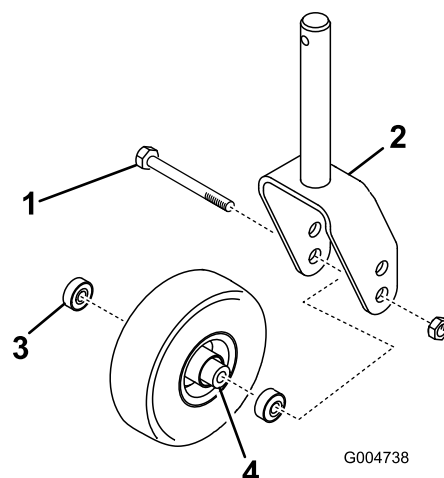

Bild 28
1. Entfernen Sie die Sicherungsmutter von der Schraube, mit der das Laufrad an der Gabel befestigt ist (Bild 28). Halten Sie das Laufrad fest und schieben die Schraube aus der Gabel oder vom Gelenkarm ab.
2. Entfernen Sie das Lager aus der Radnabe und lassen das Lagerdistanzstück herausfallen (Bild 28). Entfernen Sie das Lager aus der gegenüberliegenden Seite der Radnabe.